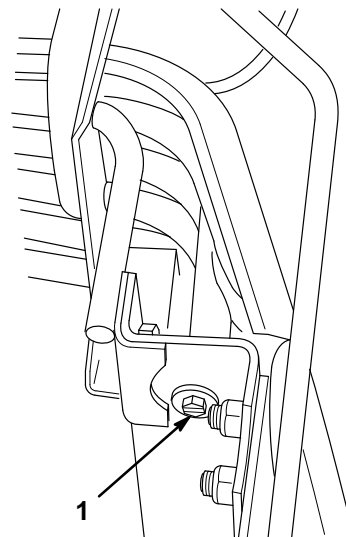

Figure 54
2. Déposer la calandre du tracteur: soulever le capot et dévisser les deux vis et rondelles de fixation de la calandre (Fig. 54), puis refermer le capot et tirer la calandre vers soi.
7. Remonter la calandre du tracteur et la fixer à l'aide des deux vis et rondelles enlevées précédemment (Fig. 54).
6. Remonter la calandre du tracteur et la fixer à l'aide des deux vis et rondelles enlevées précédemment (Fig. 54).
5. Remonter la calandre du tracteur et la fixer à l'aide des deux vis et rondelles enlevées précédemment (Fig. 54).